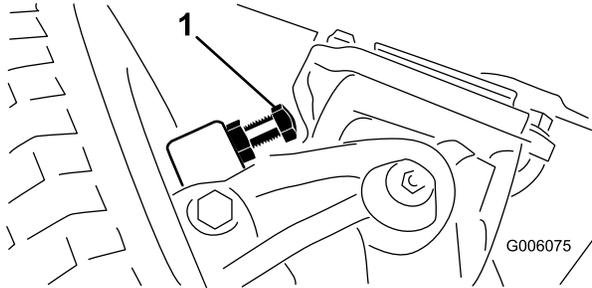

Figura 72
1. Aperte ou desaperte as cavilhas até alcançar uma folga de 2,3 mm (Figura 72).